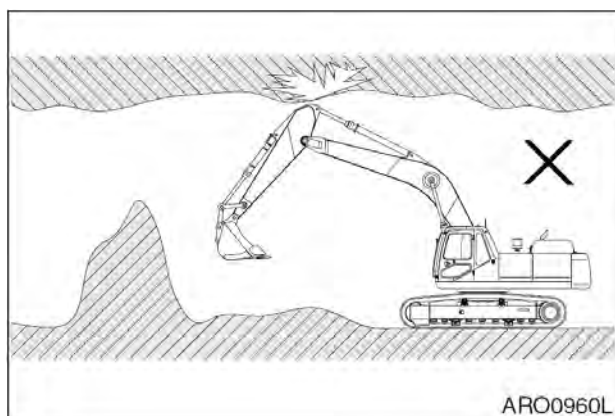

Рис. 60
12. Если экскаваторные работы проводятся под землей или в здании, убедиться в наличии достаточного пространства над машиной и достаточной вентиляции. См. рис. 60.